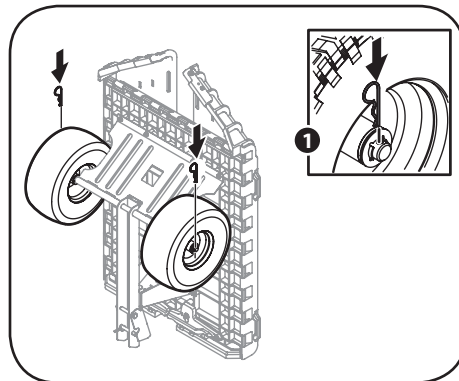

Figure 3-4
5. Installez les goupilles fendues de l'ensemble de quincaillerie dans les trous de chaque extrémité de l'essieu pour fixer les pneus. Voir Figure 3-4.